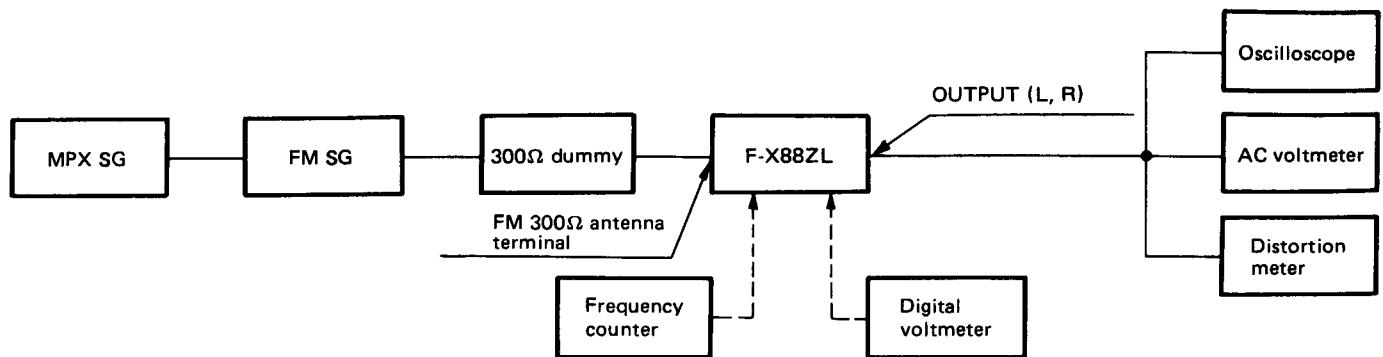

Fig. 8-2 FM Tuner Connection
- Effectuer les connexions des fils de la façon indiquée dans la Fig. 8-2.